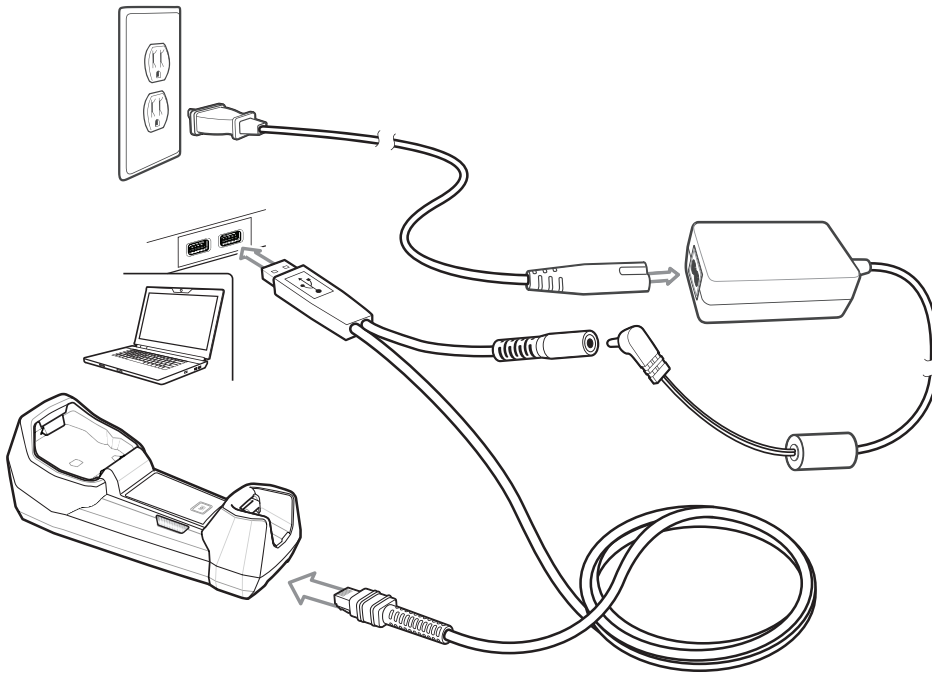

図 8-1 DS3678 への USB 接続
- ✓ **注** 必要なインタフェース ケーブルは、設定によって異なります。図 8-1 のイラストに示したコネクタは、あくまでも例です。コネクタはイラストと異なる場合がありますが、クレードルを接続する手順は同じです。